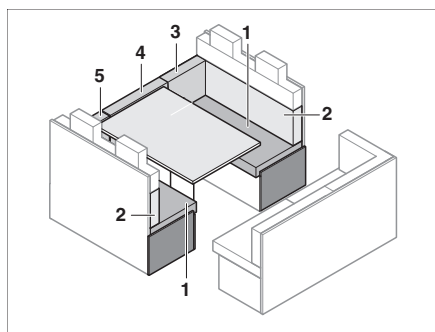

Fig. 153 Avant la transformation
- Enlever les coussins de dossier (Fig. 153,3,4 et 5) et les placer de côté.